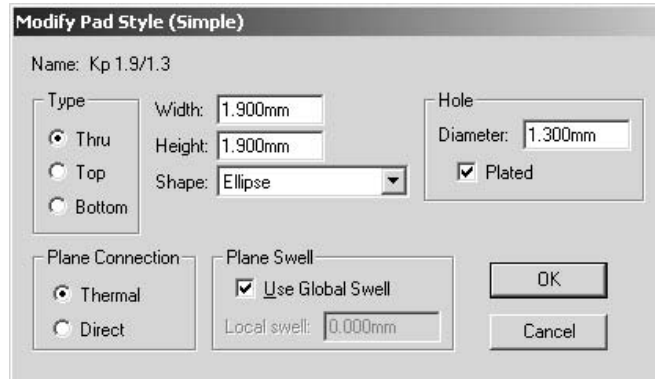

Рис.3.4.2
- В диалоговом окне **Options Pad Style** в списке **Current Style** выбрать появившийся тип Кр1.9/1.3 и нажать кнопку **Modify (Simple)** (Простая модификация). В открывшемся диалоговом окне **Modify Pad Style (Simple)** в списке **Type** (Тип) выбрать штыревой тип вывода (**Thru**) и установить для него круглую форму контактной площадки. Для этого в поле **Pad Definition** (Описание контактной площадки) в открывающемся списке **Shape** выбрать значение **Ellipse**. Установить размеры эллипса **Height** (Высота) и **Width** (Ширина) равными 1.9 мм диаметр задать в поле **Hole** равным 1.3 мм (рис.3.4.2).